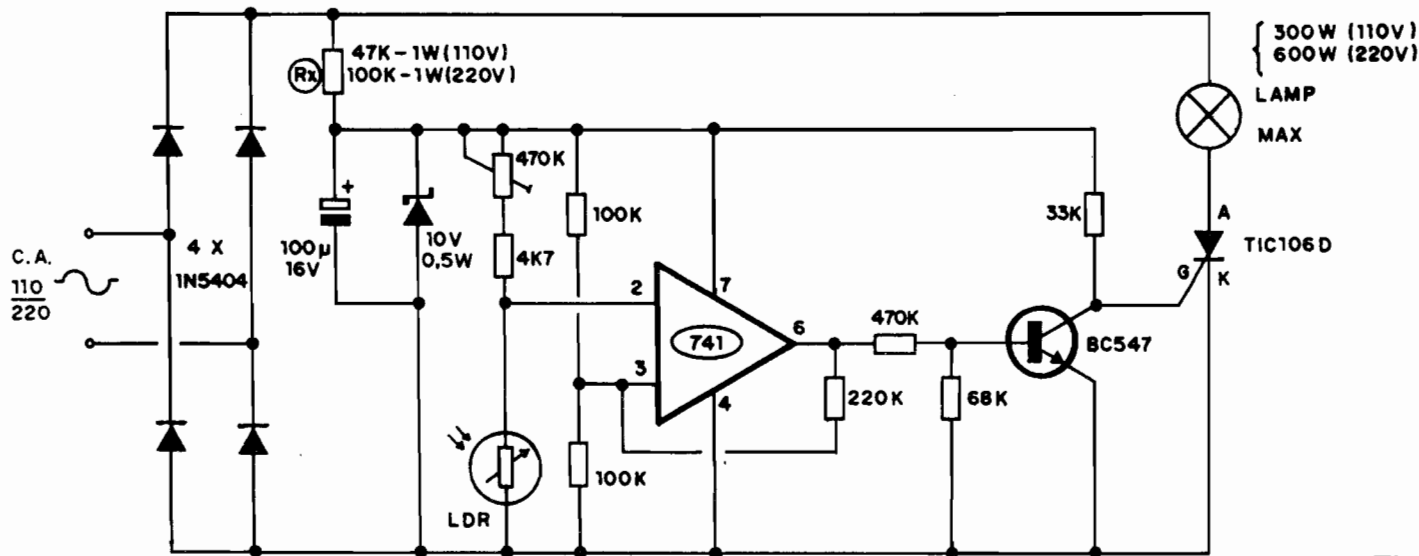

Fig. 1
- FIG. 1 - DIAGRAMA ESQUEMÁTICO DO CIRCUITO - Toda a sofisticação do circuito (se comparado a outros projetos com "intenções" semelhantes...) está no uso de um sensível comparador de Tensão, baseado num Integrado 741 cujas duas Entradas (a **inversora**, no pino 2, e a **não inversora**, no pino 3...) fazem o sensoramento de dois "nós" de uma ponte resistiva (um dos métodos mais precisos e sensíveis para se avaliar mesmo pequenas modificações das grandezas Resistência ou Tensão...), da qual um ramo é formado pelo conjunto equilibrado, determinado pelo "totem" de dois resistores de 100K, colocando
- O lado não cobreado da placa mostra todos os principais componentes, relacionados e estilizados por valores, códigos, polaridades e outros detalhes importantes, a partir dos quais fica muito fácil ao Leitor acomodar corretamente as peças nos seus devidos lugares (e em posições corretas...). Os maiores cuidados devem ser dedicados à colocação dos componentes **polarizados**: o Integrado 741 com sua extremidade marcada voltada para o resistor de 4K7, o SCR TIC106D com sua lapela metálica virada para a posição ocupada pelo resistor de 68K, o transistor BC547 com seu lado "chato" virado para o resistor de 33K, o diodo **zener** com sua extremidade de **catodo** (marcada pelo anel ou faixa) apontando para o eletrolítico de 100u, este com seu terminal **positivo** posicionado junto à borda próxima da placa, e, finalmente, os 4 diodos maiores (1N5404) com suas extremidades marcadas voltadas para a face "superior" na placa (na posição em que o Impresso é visto, na figura...). Verifiquem também a posição de **Rx**, cujo valor dependerá (ver "esquema" na FIG. 1 e a LISTA DE PEÇAS...) da Tensão da rede local... (quanto aos resistores comuns, atenção para não "trocar as bolas" no que se refere aos valores, em função das posições ocupadas... Terminadas todas as inserções e soldagens, verificar cada posição, valor, código, polaridade, pontos de solda (pelo outro lado da placa...), e só então "amputar" os excessos das